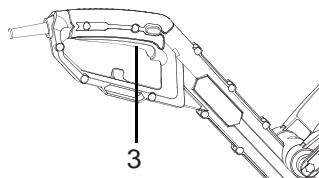

Fig.7
- > Assegure-se de que o interruptor on/off (3) está na posição off (Fig.7).